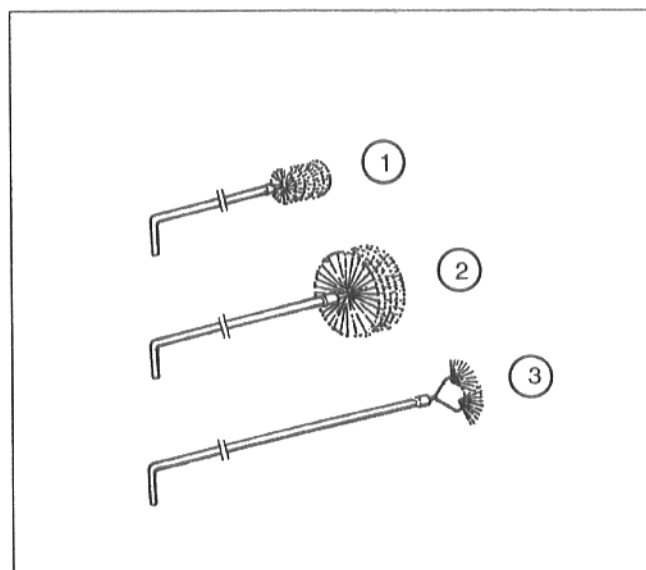
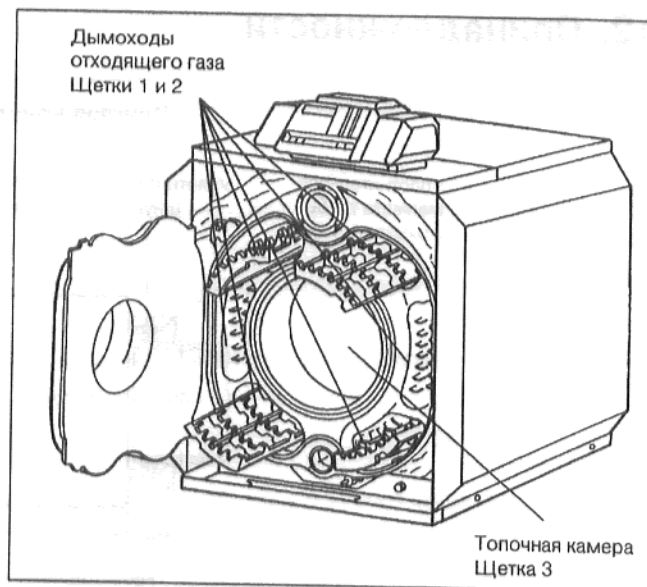

рис. 47
рис. 48
- На рис. 47 показаны типы щеток, используемых для очистки.
- Дымоходы отходящего газа прочистить щетками 1 и 2 по направлению спереди назад (рис. 47 и рис. 48).
- Щеткой 3 очистить заднюю стенку топочной камеры (рис. 47).
- Для очистки остального пространства топочной камеры используется щетка 2 (рис. 47).
- Щеткой 2 прочистить нижние дымоходы отходящего газа спереди и сзади (рис. 47).